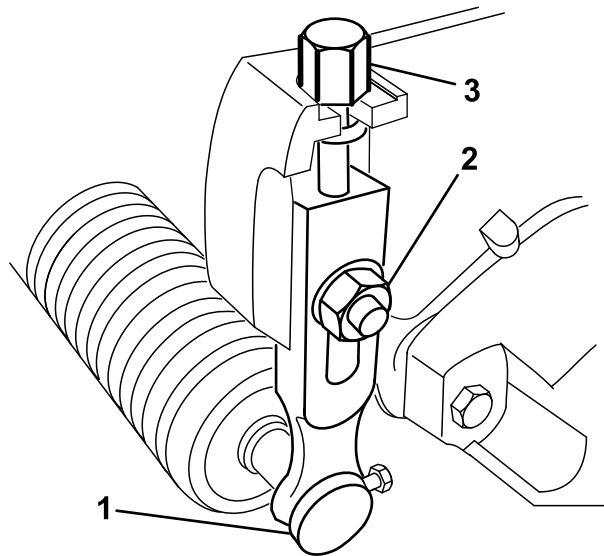

Figura 9
1. Allentate i dadi di bloccaggio che fissano i bracci dell'altezza di taglio sulle piastre laterali dell'apparato di taglio (Figura 9).